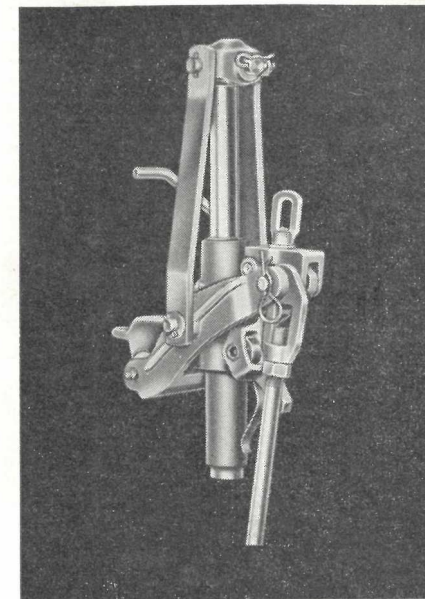

Fig. 22
#### c) verticale (Fig. 22)
La barre de coupe peut être amenée à la verticale dès qu'on a débloqué du pied la butée d'arrêt. Ne relever la barre de coupe que lorsque le moteur tourne à vide et en manœuvrant lentement le levier de commande afin que les pièces ne subissent pas de sollicitations inutiles et que la plaque à andains ne se rebatte pas vers l'intérieur. En vue de la marche sur route, le relevage hydraulique doit être verrouillé sans jeu à sa position supérieure (Fig. 22). On évite ainsi que la barre de coupe ne s'abaisse lorsqu'on utilise le relevage du tracteur.
- La longueur de la tige de raccord se règle en vissant ou dévissant l'oeillet TM 6750 (Fig. 22). Lorsque la barre de coupe est au sol, la tige de raccord doit avoir un jeu de 5 mm.